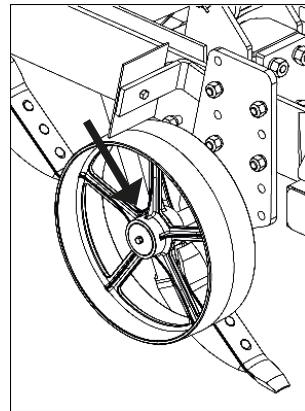

Figura 28
- 10 - Lubrificar a roda de profundidade (Figura 28) do ASDAH-MP a cada 100 horas de trabalho.